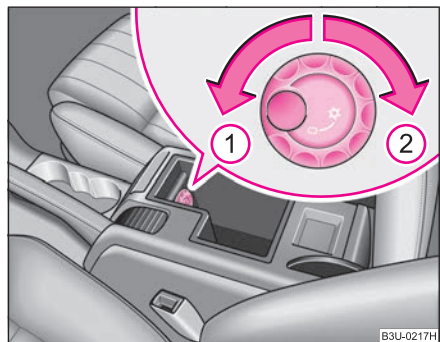

Fig. 104 Torpedoul: Răcirea
- Rotiți comutatorul spre stânga, până la limită ① ⇒ pagina 106, fig. 104.